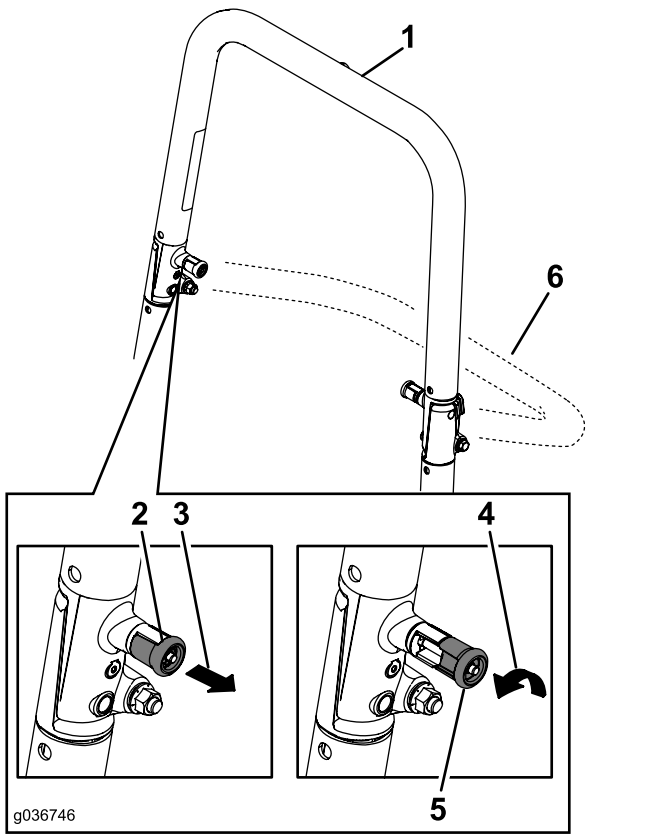

Figure 85
**Remarque:** Il faut parfois pousser en avant ou tirer en arrière la partie supérieure de l'arceau de sécurité pour engager complètement les deux boutons (Figure 85 et Figure 86).